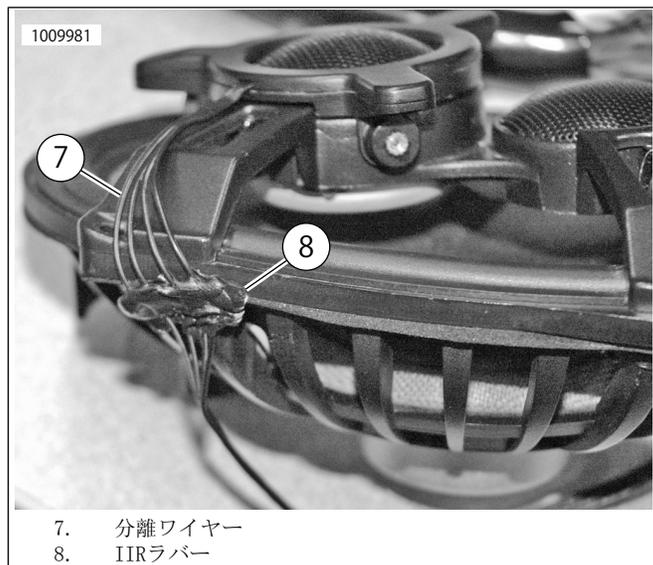

図6。
12. ツイーターブリッジレッグに沿ってケーブル(4)を取り回します。キットのテープ(5)を適当な長さに切り、それを使ってツイーターブリッジの裏にケーブルを固定します。各ワイヤーが個別に分かれているエリアがライトエンジンの近くにありますが、そのエリアを見つけます。図6を参照してください。この分離ワイヤー(7)エリアがスピーカーガスケットに位置していることを確認します。ガスケットエリアに位置している分離ワイヤーの上に、小さな(豆粒大の)IIRラバー(8)ストリップを配置します。ケーブルストラップを使ってスピーカーの裏にケーブルを固定します。